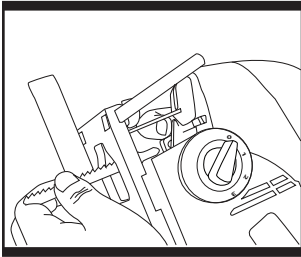

Fig. 1
1. Installation de la lame de scie (Fig. 1)